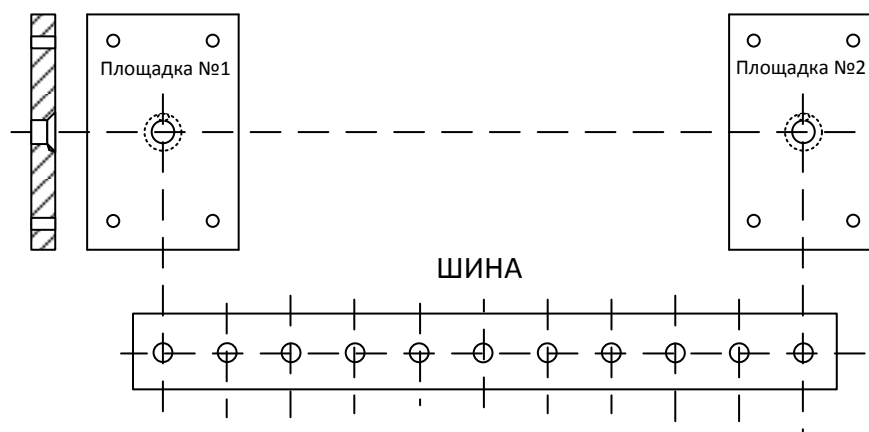
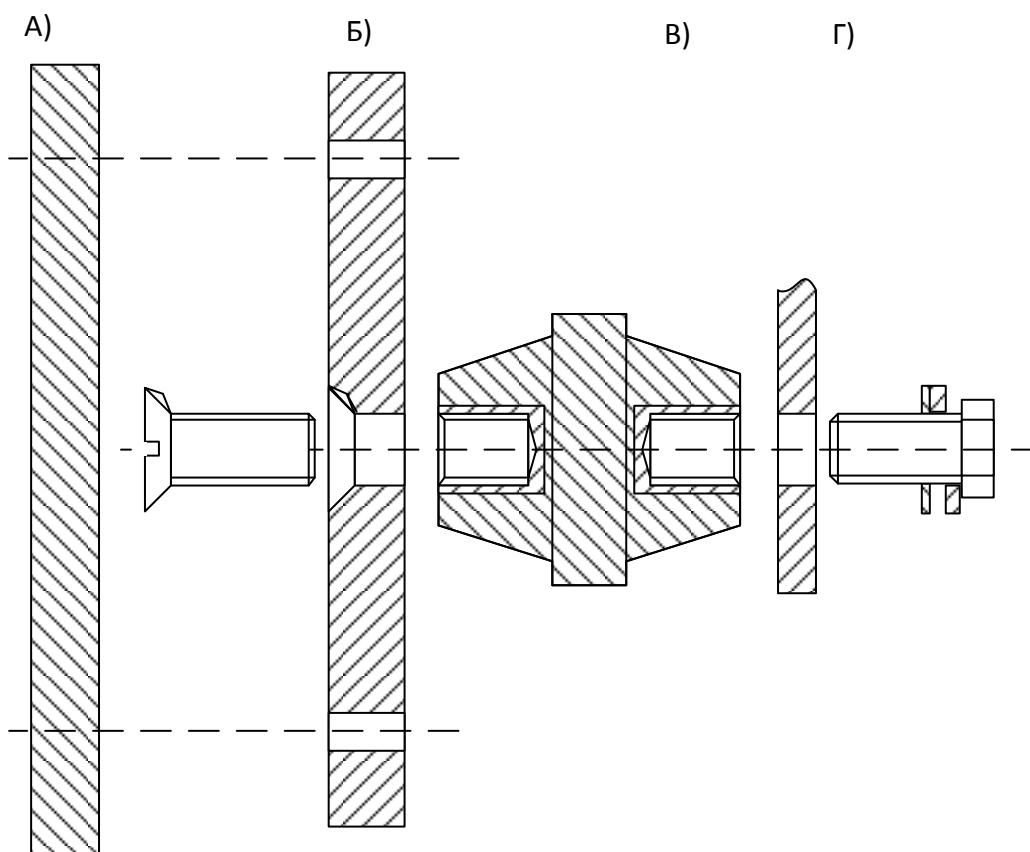

Рисунок 4. Разметка отверстий
Рисунок 5. Порядок монтажа площадки, изолятора и шины(А,Б -разметка стены и монтаж площадки; В-установка изолятора на площадку; Г- крепление шины к изолятору).
- крепеж (болт, пружинная шайба и шайба) для крепления шины к изолятору (см.рис.4. Г).
2.1.1 Разметить поверхность стены под отверстия площадки (см.рис.4, рис.5. А);
2.1.3 Вдеть болт с усом в площадку (см. рис.5. Б); и в таком положении прикрутить площадку в материал стены до прочного закрепления.
2.1.4 С усилием накрутить изолятор на выпирающий болт с усом (рукой, без применения инструмента), при этом изолятор должен быть вплотную прижат к поверхности площадки (см. рис.5. В);
2.1.5 Прикрепить шины к изоляторам болтами (с шайбой и пружинной шайбой), входящими в состав комплектов монтажных (см.рис.5. Г), при этом болт должен быть завернут в резьбу изолятора на глубину не меньшую, чем указано в табл.2.